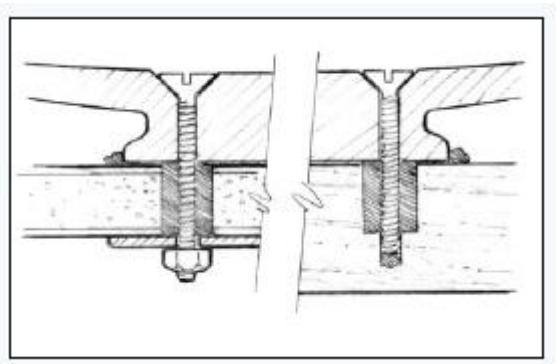

Рис.18. Установите и затяните болты так, чтобы небольшое количество смолы вышло из стыка
5. Установите оборудование в необходимом положении. Вставьте и зажмите болт так, чтобы небольшое количество смолы выдавилось из стыка (*Рисунок 18*).